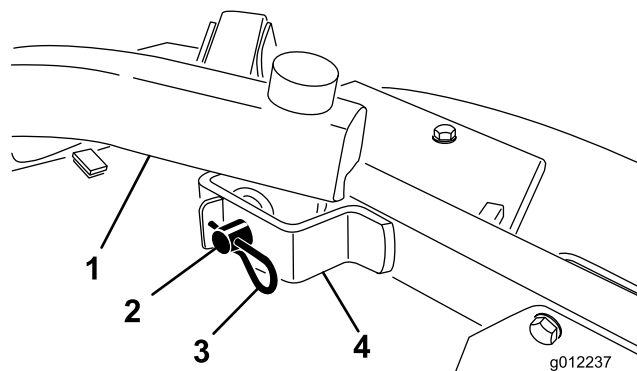

図 24
2. 昇降アームをキャスタ・アーム・ブラケットに固定しているヘアピン・コッターとクレビス・ピンを外す（図 24）。